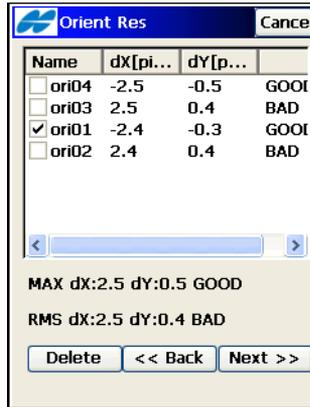

Abbildung 8-61. Orientierungspunkte löschen
- So löschen Sie markierte Orientierungspunkte: Markieren Sie die Punkte und tippen Sie auf die Schaltfläche **Löschen**  im Fenster *Orientierungsergeb.* (Abbildung 8-61).